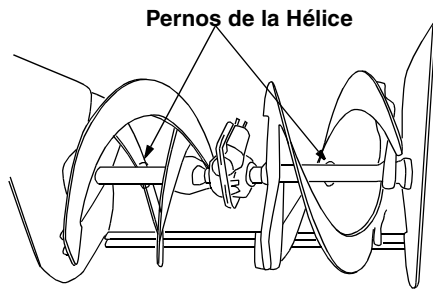

Figura 23
- Si las hélices no giran, inspeccione para verificar si los pernos se han cortado. Vea la Figura 23. Reemplace si